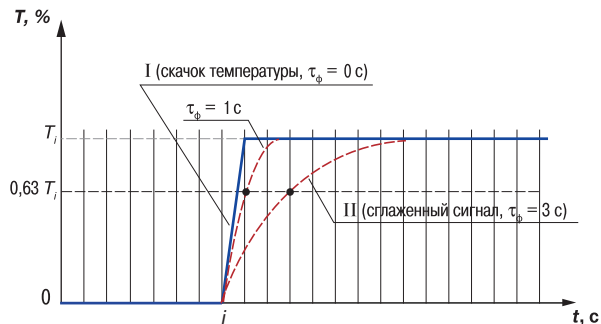

Рис. 4
3.2.4.3. Во-вторых, фильтр устраняет шумовые составляющие сигнала, осуществляя его экспоненциальное сглаживание. Основной характеристикой экспоненциального фильтра является постоянная времени  $\tau_\phi$  — интервал, в течение которого сигнал достигает 0,63 от значения каждого измерения  $T_i$  (рис. 4).
3.2.4.4. При больших значениях  $\tau_\phi$  фильтр вносит значительное запаздывание, но шумы заметно подавлены (кривая II на рис. 4). При  $\tau_\phi$  близких к нулю фильтр довольно точно отслеживает изменения входного сигнала, но уровень шума практически не уменьшается (кривая I на рис. 4). При установке оптимальных значений параметров фильтра (подробнее см. раздел 6.2.2) задержка сигнала, вносимая фильтром, не будет оказывать отрицательного влияния на процесс регулирования, при этом сохранится эффективность подавления помех.